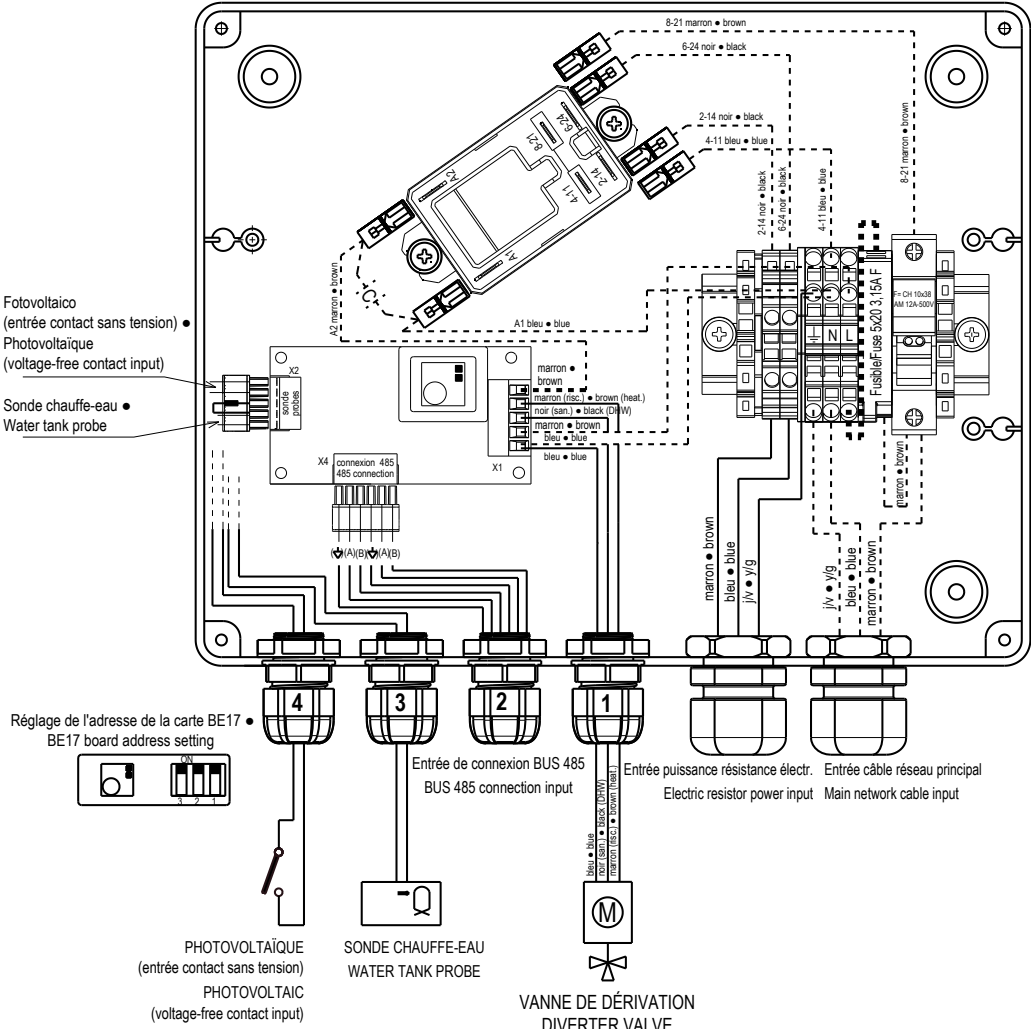

fig. 3
- ⚠ Pour les branchements, se reporter au schéma électrique (fig. 3).
- Au connecteur 5 pôles X1, brancher le câblage de la vanne de dérivation fourni de série après l'avoir introduit dans le **pas-câble 1** (fig. 3)
- ⚠ For connections, refer to the electrical diagram (fig. 3).
- Connect the supplied diverter valve connection wiring to the 5-pole X1 connector after inserting it into **cable gland 1** (fig. 3)
- Au connecteur 6 pôles X4 de la carte électronique BE17, brancher les câbles BUS de communication du système (Lmax = 30m) tel qu'indiqué dans le schéma électrique, après les avoir introduits dans le **pas-câble 2** (fig. 3).
- Au connecteur 5 pôles X2, brancher le câble de la sonde fourni après l'avoir introduit dans le **pas-câble 3** ; consulter le schéma électrique (fig. 3).
- Brancher les 2 fils provenant du photovoltaïque (contact propre sans tension) au connecteur 5-pôles X2 tel que signalé dans le schéma électrique (fig. 3), après les avoir introduits dans le **pas-câble 4**.
- Connect the system communication BUS cables (Lmax = 30m) to the 6-pole X4 connector of the BE17 electronic board as indicated in the electrical diagram after inserting them into **cable gland 2** (fig. 3).
- Connect to the 5-pole connector X2 the supplied probe cable after inserting it into the **cable gland 3**, refer to the electrical diagram (fig. 3).
- connect the 2 wires coming from the photovoltaic (voltage-free contact input) to the 5-pole connector X2 as reported in the electrical diagram (fig. 3) after inserting it into the **cable gland 4**.